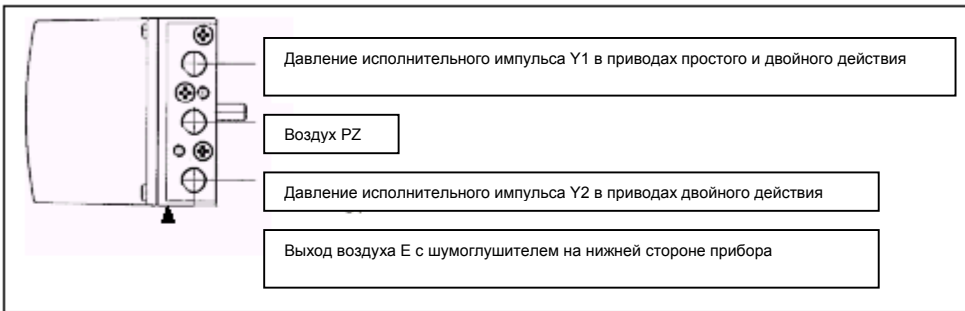

Рис. 16 Пневматическое подсоединение
- 2 Соединить привод и позиционер с пневматическими линиями и обеспечить позиционер вспомогательной пневматической энергией (см. рис. 16).